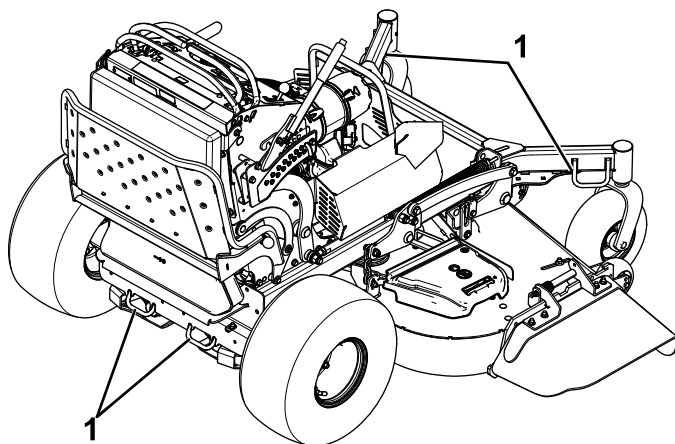

Figura 31
- Amarre la máquina junto a las ruedas giratorias delanteras y el guardabarros trasero con correas, cadenas, cables o cuerdas (Figura 31). Consulte la normativa local respecto a los requisitos de amarre.